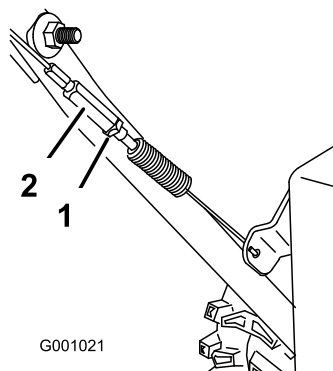

Рисунок 43
3. Затяните контргайку (Рисунок 43).